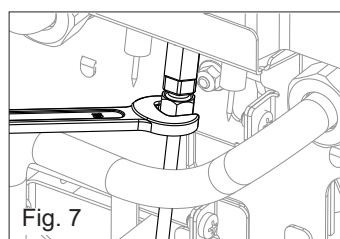

Fig. 7
- Scollegare il tubetto fiamma pilota (fig. 7)